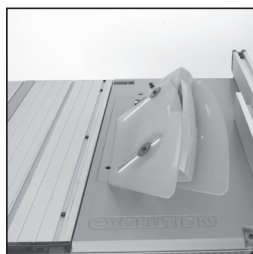

Fig. 9
- Cuando esté satisfecho del funcionamiento de la protección de la hoja en toda la gama de ajuste en altura de las hojas, compruebe que la protección funciona igualmente bien con la hoja ajustada en un ángulo en bisel. **(Fig. 9)**